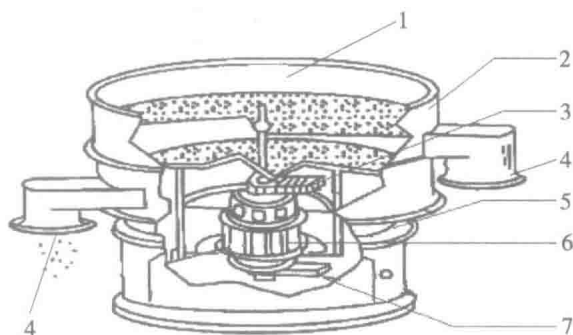

图 1-4 振荡筛分机
(3) 振荡筛分机。由加料口、筛网、出料口、电机、上部重锤、下部重锤等组成。如图 1-4 所示。